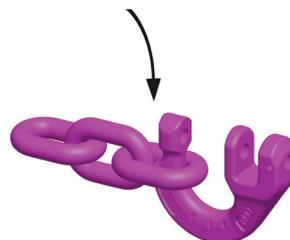

*Fig. 4: Insérer la chaîne dans la moitié du maillon d'assemblage*
- 1 Passez le dernier maillon de la chaîne VIP dans la moitié du maillon d'assemblage (*Fig. 4*). Dans ce cas un maillon d'assemblage supplémentaire n'est pas nécessaire :